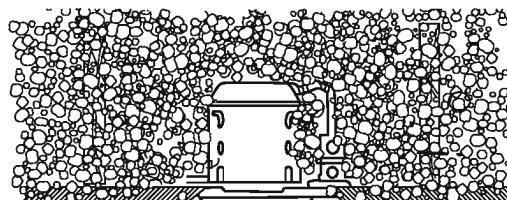

Fig. 1
- El aislamiento podría entrar en contacto con la carcasa (Fig. 1).